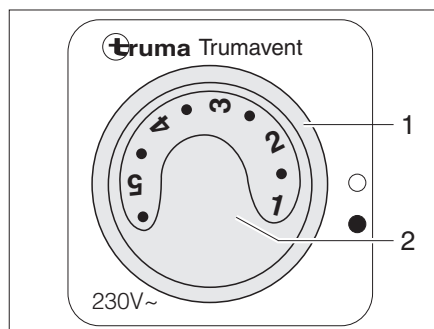

Fig. 112 Interruttore di comando per la ventola di ricircolo dell'aria (230 V)
- Portare l'interruttore girevole (Fig. 112,1) in posizione "●".
- Impostare con la manopola (Fig. 112,2) la prestazione desiderata della ventola di ricircolo dell'aria.
- Portare l'interruttore girevole (Fig. 112,1) in posizione "○".